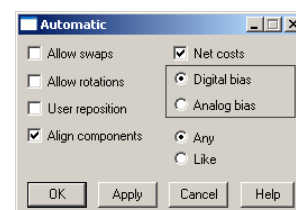

Рис. 14. Настройка процедуры Autoplace.
16. В появившемся на экране окне Automatic (рис. 14) выключим опции Allow swaps (разрешать смену стороны платы) и Allow rotations (разрешать поворот) и нажатием кнопки OK закроем окно.